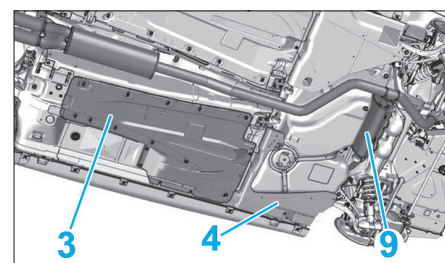
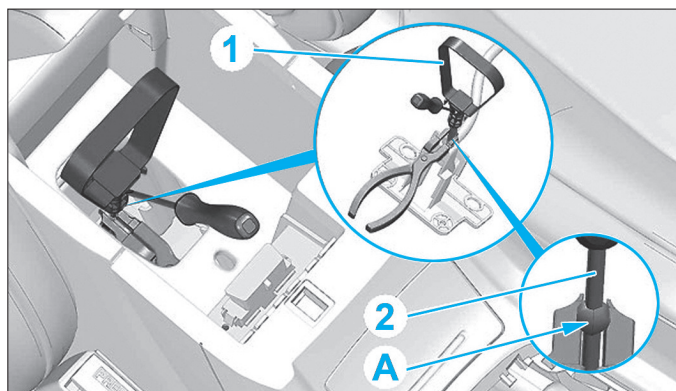

Fig. 54
Fig. 53
- Tirer sur la poignée (1) (Fig.53).
- A l'aide d'une pince universelle, immobiliser le câble de déverrouillage manuel du frein de stationnement à commande électrique (2) en (A).
- A l'aide d'un tournevis, désaccoupler la poignée (1) du câble du déverrouillage manuel (2) du frein de stationnement à commande électrique.
- Déposer les protections sous caisse (3) et (4) (Fig.54).